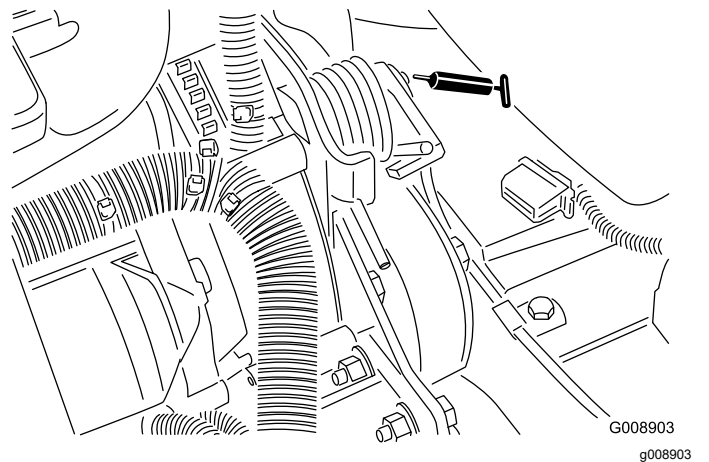

Bild 41
- Riemenspannzapfen (**Bild 41**)